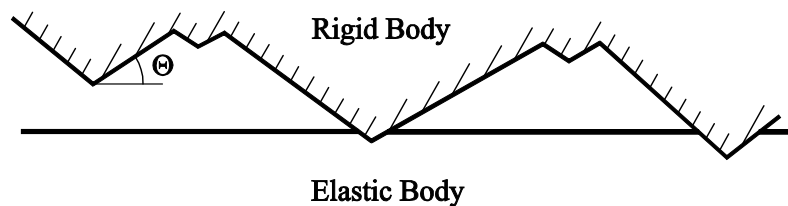

Abbildung 3: Kontakt zwischen einer rauen Fläche bestehend aus kegelförmigen Spitzen und einem elastischen Körper.
- a. Abzuschätzen ist der mittlere Druck in der wahren Kontaktfläche zwischen einem elastischen Halbraum und einer rauen Oberfläche bestehend aus kegelförmigen Spitzen mit gleichem Steigungswinkel  $\theta$  (Abb. 3).